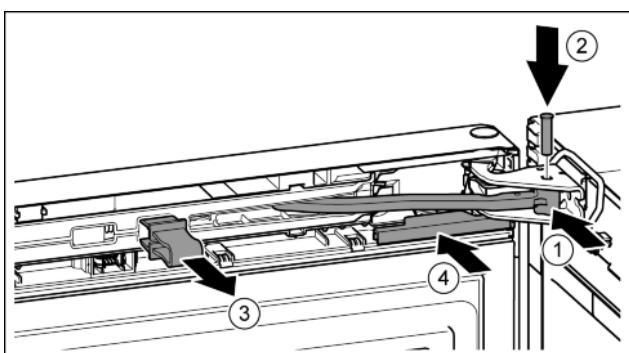

Fig. 49
- ▶ Завъртете шарнира в лагерната стойка. Fig. 49 (1)
- ▶ Поставете болта в лагерната стойка и шарнира. При това обрнете внимание на това, фиксиращата гърбица да е легнала правилно в жлеба. Fig. 49 (2)
- ▶ Свалете предпазителя. Fig. 49 (3)
- ▶ Нахлузете капака. Fig. 49 (4)